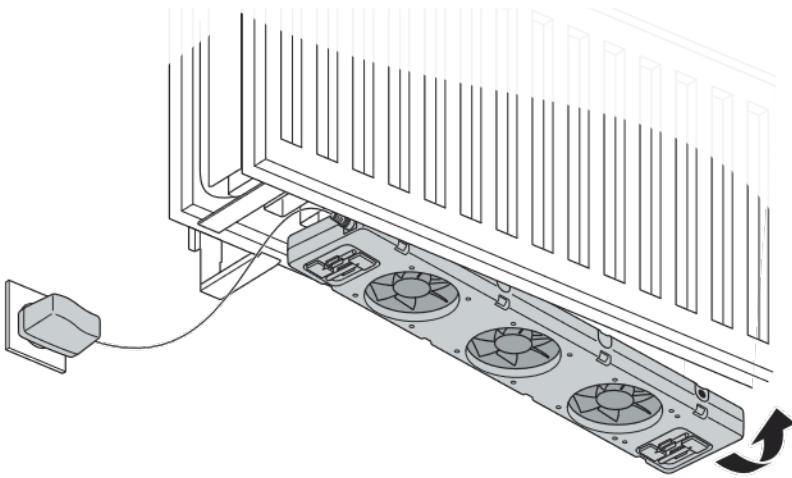

Abb. 2 - Anbringen des SpeedComfort (A).
- Finden Sie einen Platz, an dem die Wandhalterungen und Verbindungsclips des Heizkörpers nicht im Weg sind. Bringen Sie den **SpeedComfort (A)** mit den **verstellbaren Magneten (B)** unten zwischen den Heizkörperplatten an (siehe Abb. 2). Der **SpeedComfort (A)** kann auch oben auf dem Heizkörper unter einer Abdeckung aufgesetzt werden. **HINWEIS** Stellen Sie sicher, dass die **Ventilatoren** nach oben weisen!